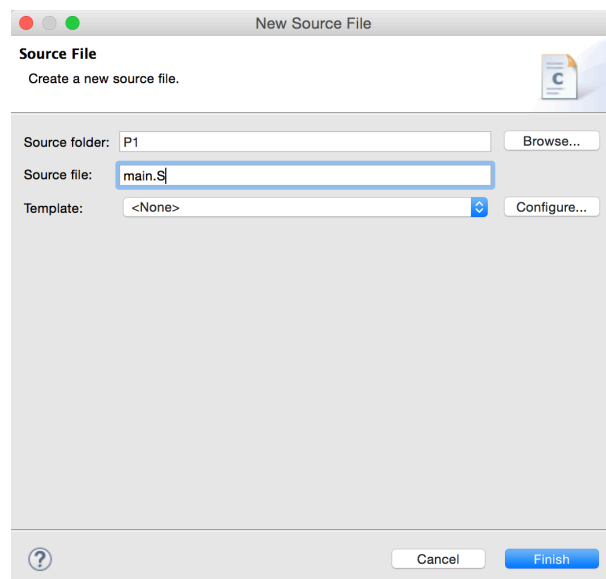

Figura 3.6: Ventana de creación de nuevo fichero fuente.
5. Ahora vamos a añadirle un fichero con el código fuente de nuestro primer programa en ensamblador. Para ello seleccionamos **File**→**New**→**Source File**, con lo que se abrirá una ventana como la de la Figura 3.6. Para que Eclipse tome el fichero como un fichero fuente con código ensamblador le ponemos extensión **.asm** o **.S**. Una vez creado, haciendo doble click sobre el fichero en el panel izquierdo se abrirá una pestaña en editor, en la que copiamos el código del cuadro 3.